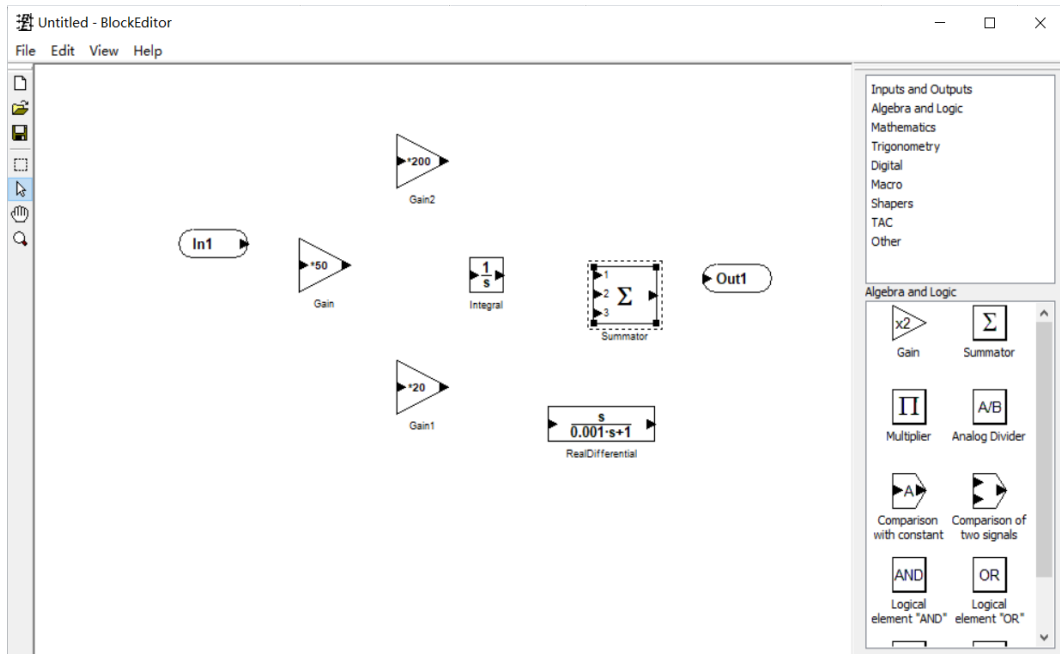

图 2-141
- 6) 从 **Algebra and logic** 模块将 **Summator** 加法器拖入图板一次，双击设置输入通道为 **3**，如图 2-141。